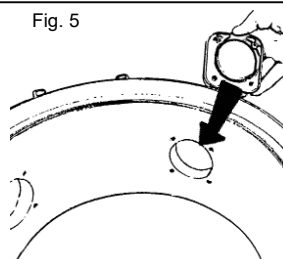

Fig. 5
4. Adaptar (trasladar) el receptáculo del tubo de aspiración a la salida nueva. **NOTA:** El receptáculo está marcado con la palabra "Up" (arriba). Asegurarse de que el receptáculo se monta con la palabra "Up" hacia arriba. Acoplar el receptáculo montando y apretando los cuatro tornillos, Fig. 5